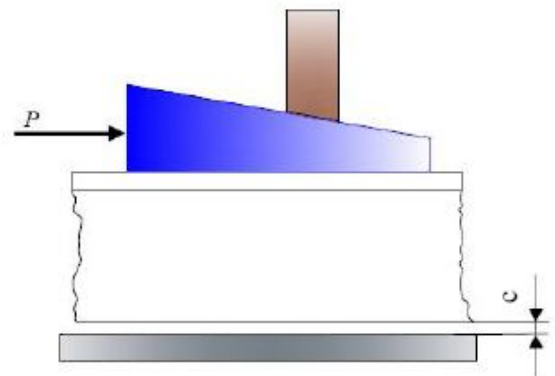

Рисунок 7
**Задача 10.** При сборке полуобъёмной секции на постели необходимо устранить зазор  $c = 4$  мм, образовавшийся между набором и полотнищем. Поджатие набора к полотнищу производится по замкнутой схеме. В результате расчёта установлено усилие поджатия набора к полотнищу  $Q = 3$  кН. Определить силу  $P$ , которую необходимо приложить к клину (рисунок 7), а также необходимое для этого перемещение клина  $l$  в горизонтальном направлении, если коэффициент трения  $f = 0,12$ , угол клина составляет  $\alpha = 6^\circ$ .